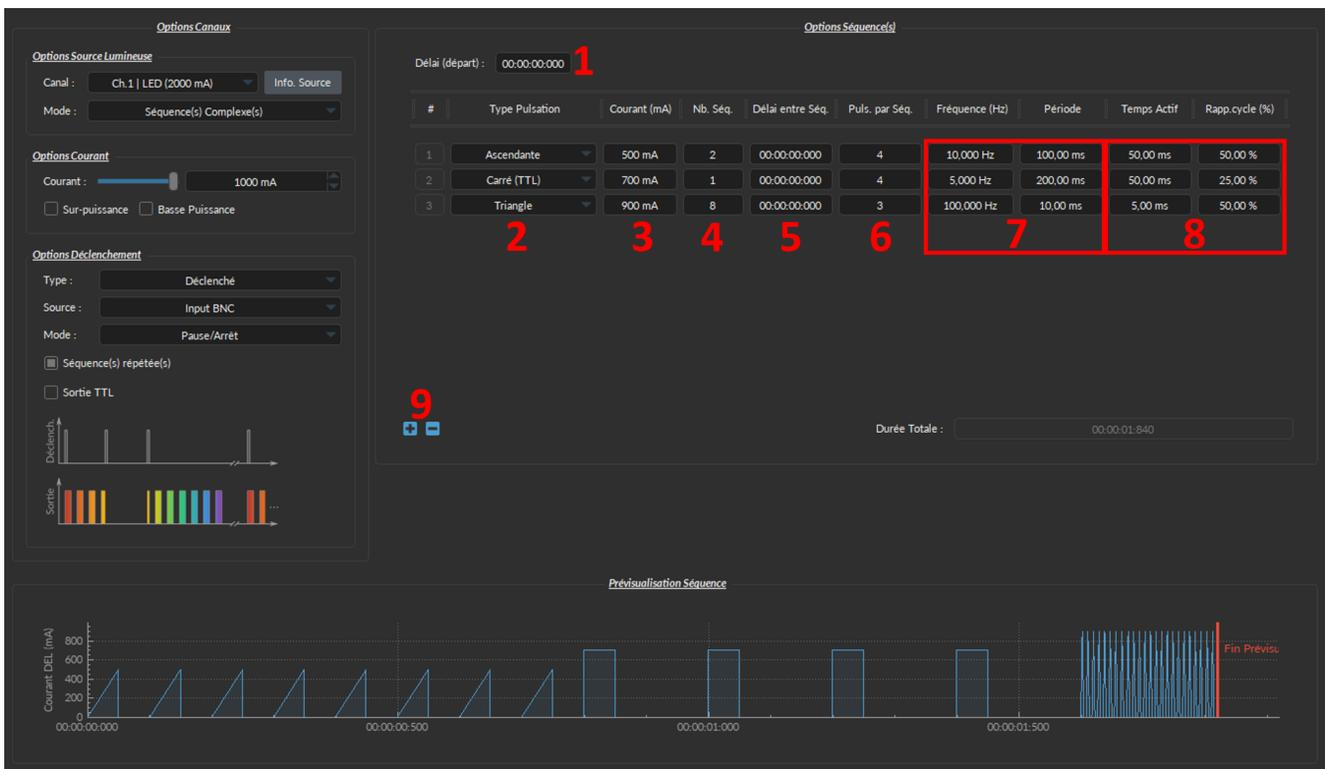

Figure 4.18 – Fenêtre de configuration du canal de la source lumineuse, Mode Séquences complexes
1. Le **Délai (départ)** (Fig. 4.18) définit le délai (au format hh:mm:ss:zzz) avant la première séquence d'impulsions.
2. Le **Types Pulsation** (Fig. 4.18) définit le type d'impulsion. Les impulsions peuvent être Carrées (**Carré (TTL)**), triangulaires (**Triangle**), rampes ascendante (**Ascendante**), rampes descendante (**Descendante**) ou des délais (**Délai**). Le type d'impulsion **Délai** est utilisé pour créer un délai entre différentes séquences.
3. Le **Courant (mA)** (Fig. 4.18) définit le courant maximum (en mA) pour la séquence donnée.
4. Le **Nb Séq.** (Fig. 4.18) définit le nombre de fois que la séquence sera répétée, avec un minimum de 1.
5. Le **Délai entre Séq.** (Fig. 4.18) fixe le délai (au format hh:mm:ss:zzz) entre chaque séquence si le **Nb Séq.** est supérieur à 1.
6. Le **Puls. par Séq.** (Fig. 4.18) définit le nombre d'impulsions par séquence, avec un minimum de 1.
7. La **Fréquence/Période** (Fig. 4.18) définit la fréquence (en Hz) ou la période (en ms) pour la séquence d'impulsions. Ces deux valeurs sont liées, et lorsque l'une est modifiée, l'autre s'ajustera automatiquement. Par exemple, un signal à 10 Hz (fréquence) produira une impulsion toutes les 100 ms (période), tandis qu'une séquence d'impulsions à 0,5 Hz (fréquence) produira une impulsion toutes les 2000 ms (période).
8. Le **Temps Actif/Rapport Cyclique** (Fig. 4.18) définit le temps (en ms) ou le rapport cyclique (en %) pour chaque impulsion. Ces deux valeurs sont liées, et lorsque l'une est modifiée, l'autre s'ajustera automatiquement. Le **Temps Actif** doit être inférieur à $(1/\text{fréquence})+0,005$ ms, tandis que le **Rapport Cyclique** doit être inférieur à 100 %.
9. Les **Contrôles de séquence** (Fig. 4.18) permettent l'ajout (+) ou la suppression (-) de séquences dans la feuille de calcul.
10. La **Durée Totale** (Fig. 4.18) affiche la durée totale de l'expérience. La valeur peut être *Inf* pour infini, une valeur de temps valide ou, *Err* si la valeur de **Temps Actif** est supérieure à $1/\text{fréquence}$.